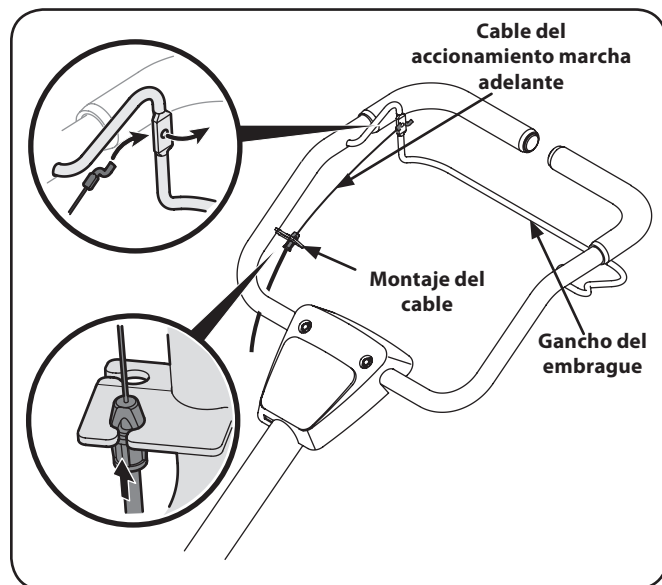

Figura 3-2
1. Haga pasar el cable a lo largo del conjunto de la manija del lado derecho. Consulte la Figura 3-2.
2. Conecte el cable de accionamiento marcha adelante al gancho del embrague, haciendo pasar el gancho en Z por el orificio de dicho gancho, de afuera hacia adentro. Consulte la Figura 3-2.
3. Calce las abrazaderas del alojamiento del cable en el montaje del cable del conjunto de la manija como se indica en la Figura 3-2. La abrazadera se introduce en la posición inferior del conjunto de la manija. Consulte la Figura 3-2.